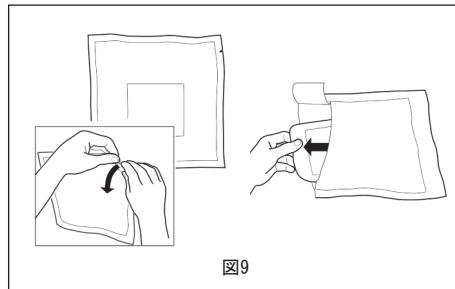

図9
2. 清潔野以外でパウチを開封し、外側のトレイを取り出します。外側のトレイに損傷の形跡やシールの破損または欠損がないか確認します（図9）。